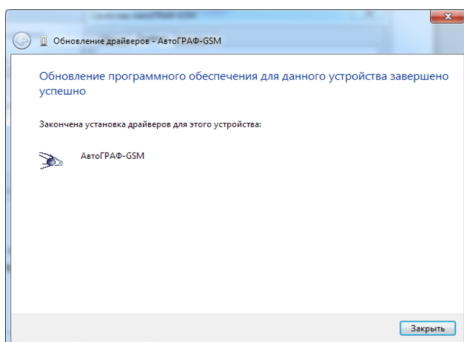

Рис.4
5. После завершения установки система распознает подключенное устройство (Рис.4).